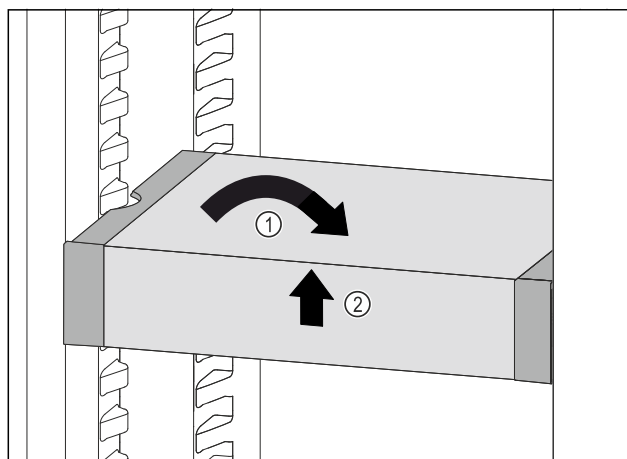

Fig. 108
- ▶ Predal VarioSafe postavite ravno. Fig. 108 (1)
- ▶ Predal VarioSafe dvignite spredaj. Fig. 108 (2)